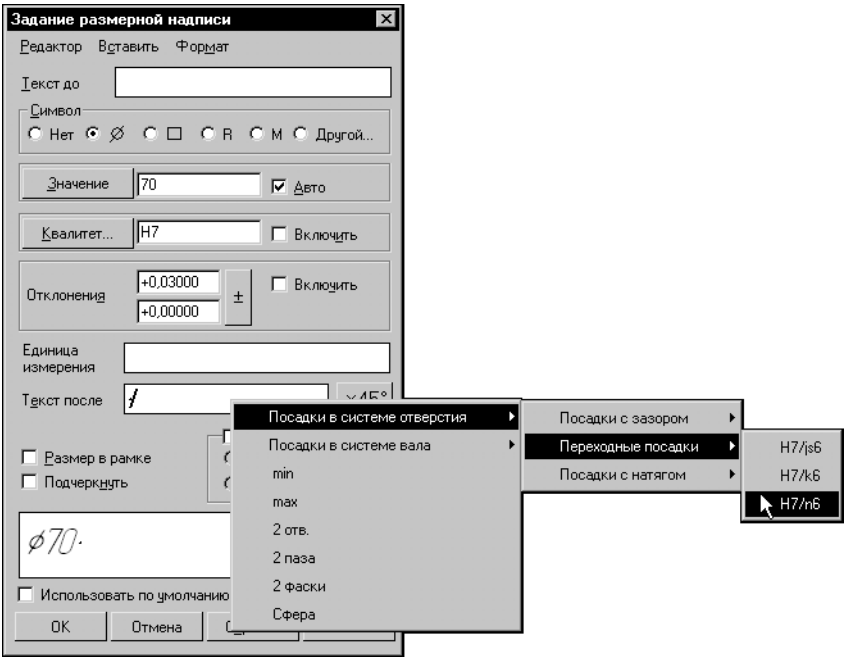

Рис. 53.14. Применение Пользовательского меню
1.5. Дважды щелкните в этом поле (рис. 53.14).